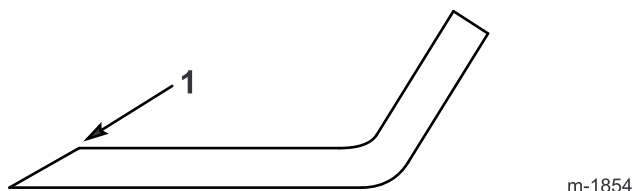

Bild 40
- Schärfen Sie die Schnittkante jedes Messers an beiden Enden des Schnittmessers mit einer Feile (Bild 40). Behalten Sie den ursprünglichen Winkel bei. Das Messer bleibt ausgewuchtet, wenn Sie die gleiche Menge Metall von beiden Schnittkanten entfernen.